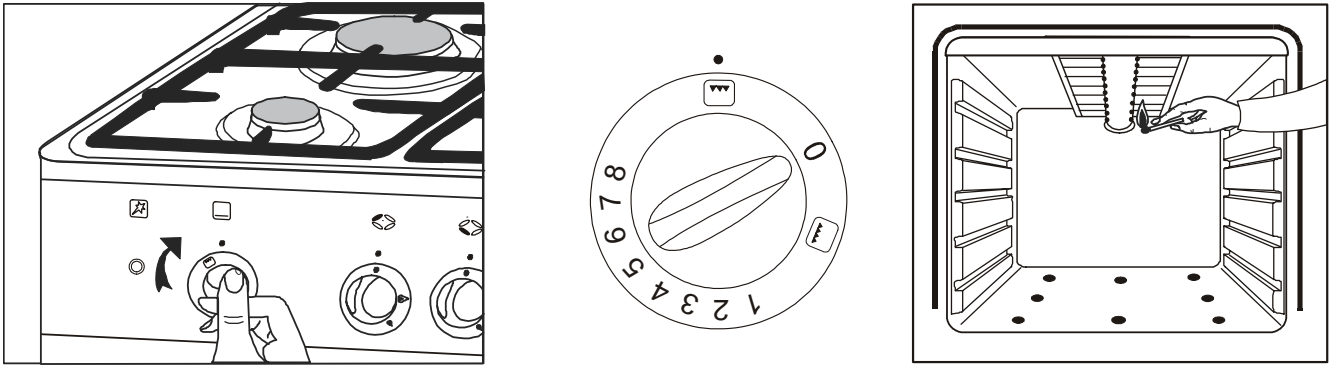

Fig. 22
- ouvrir la porte du four, pousser et tourner la commande four jusqu'à sentir une résistance, positionner la commande sur le repère  (fig. 22). En même temps approcher une flamme aux orifices d'allumage du grill ; un fois le gaz allumé maintenez la pression sur la manette pendant 10 secondes environ pour activer le système de sécurité,